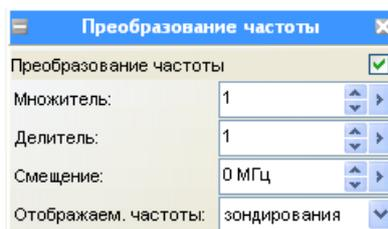

Рисунок 3.1 – Панель управления «Преобразование частоты»
нель управления «Преобразование частоты» (рисунок 3.1).
3.3 Для разблокировки панели необходимо в ней установить флажок «Преобразование частоты» (рисунок 3.1).